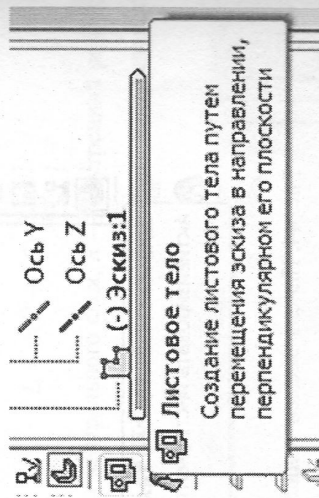

Рис. 46. Команда **Листовое тело**
2. Закрываем эскиз и процедуру выдавливания ведем с помощью команды **Листовое тело**, находящейся на панели **Элементы листового тела** (рис. 46).